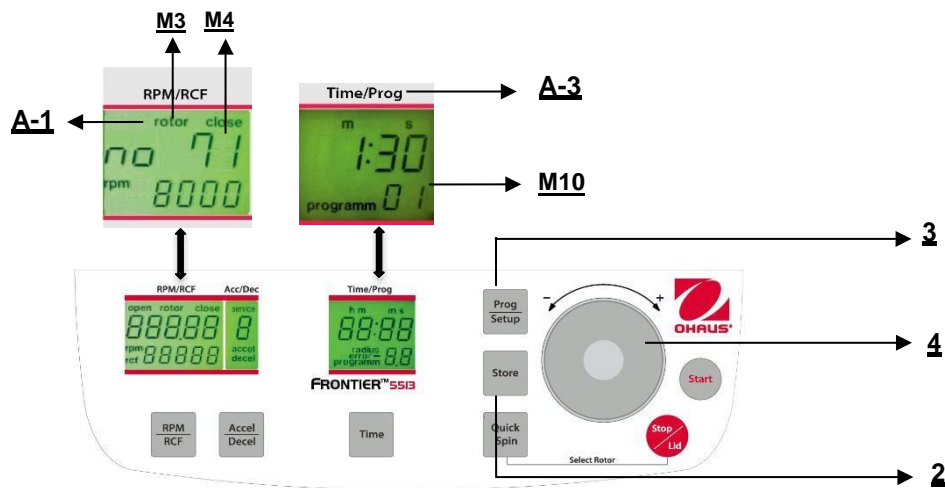

Figura. 19
Questo valore è indicato in modo permanente nel display (figura 19), prima durante e dopo il funzionamento. Si prega di notare le rispettive temperature più basse dei rotori alla velocità max!
Chiudere il coperchio, quindi premere allo stesso tempo il tasto **"Time"** (7) (fare riferimento alla figura 19) e il tasto **"Prog/Setup"** (3) e tenerli premuti.